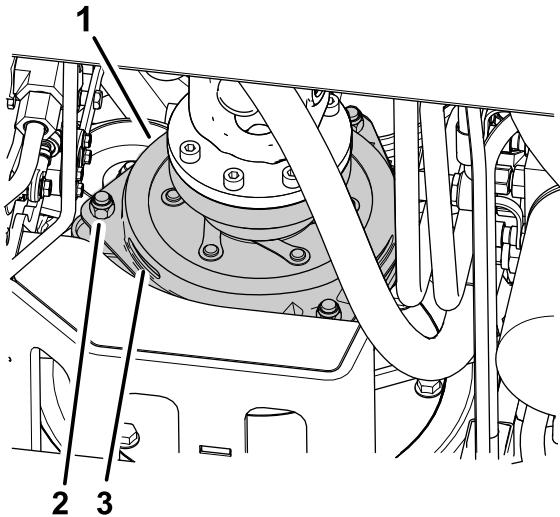

図 75
3. クラッチのライニングと摩擦プレートとの間のギャップを 0.3 mm のすきまゲージが軽い抵抗で通れるように調整する図 75。
注 調整ナットを右に回すと隙間が小さくなります図 75。整備時の隙間の最大値は 0.6 mm です。3ヶ所すべてのすき間を 0.4 mm (0.012") に調整してください。